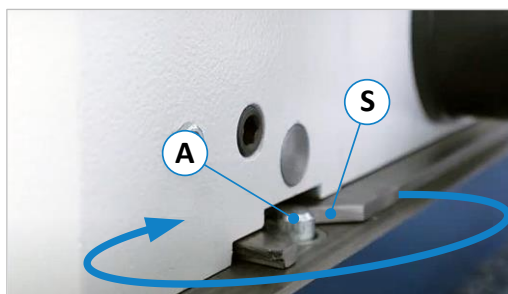

Abbildung 56: Arretieren und einrasten lassen
- Um die Parallelität zum Maschinentisch herzustellen, den Anschlag nun so lange leicht verdrehen (siehe ⇒ Abbildung 56), bis die (in der Ansicht verdeckten) Zentrierstifte auf der Anschlag-Unterseite in die Bohrungen (B) auf dem Maschinentisch einrasten (Klickgeräusch).